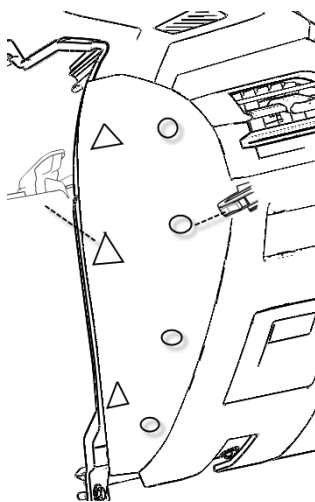

图 1.5.11 仪表板左端护板 (左右对称)
- (1) 双手放在图 1.5.11 左下护板两侧, 沿水平往上 5 度方向缓慢拔该零件直至装配处结构都脱开。
- (1) 将杂物箱打开，然后在杂物箱右侧找到杂物箱气动弹簧拉绳，将拉绳再拉长一点使得其脱出杂物箱上的半圆结构，按图 1.5.11 所示脱开气动弹簧拉绳与杂物箱总成的连接；
- (2) 将杂物箱两侧的限位块通过旋转 90 度取出，使下本体不再对杂物箱有限位功能；
- (3) 将杂物箱总成转轴处与仪表板下本体配合紧固处沿 X 方向用力脱开，即可取出杂物箱总成。